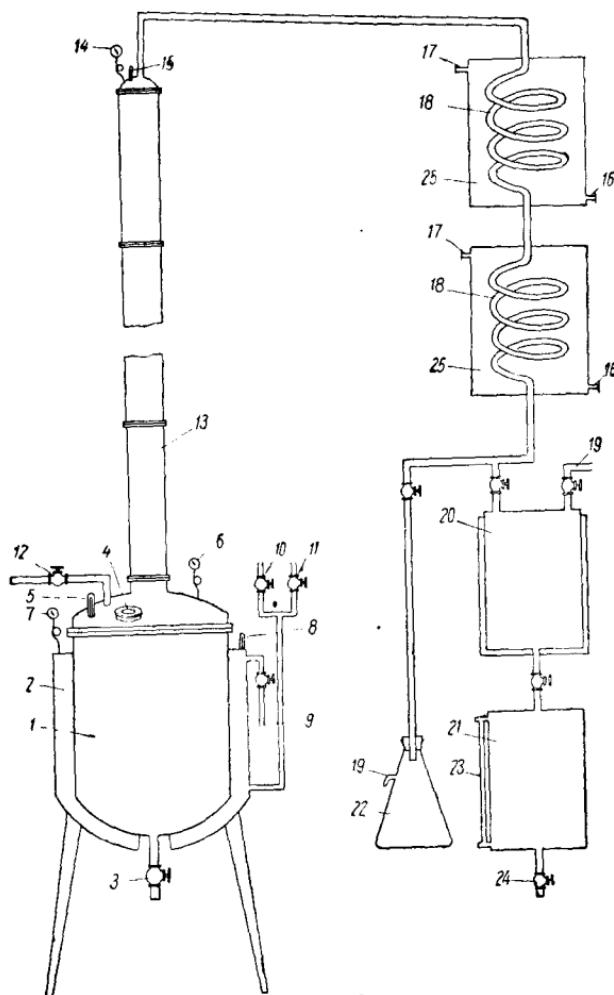

图 6
(2) 减压精馏的设备: 减压精馏设备包括蒸馏锅、分馏塔、冷凝器及单体贮槽、真空泵等(图6)。